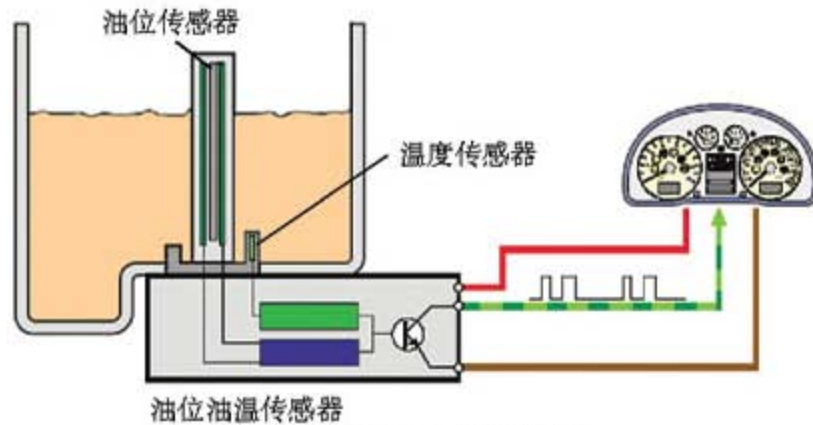
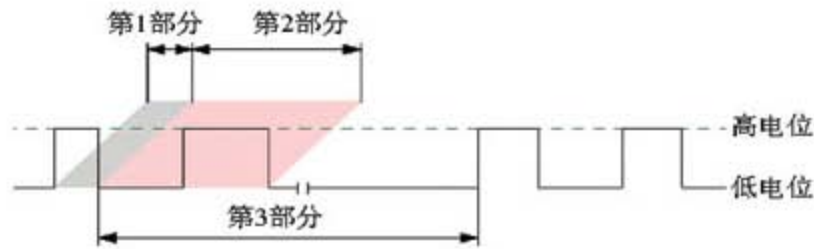
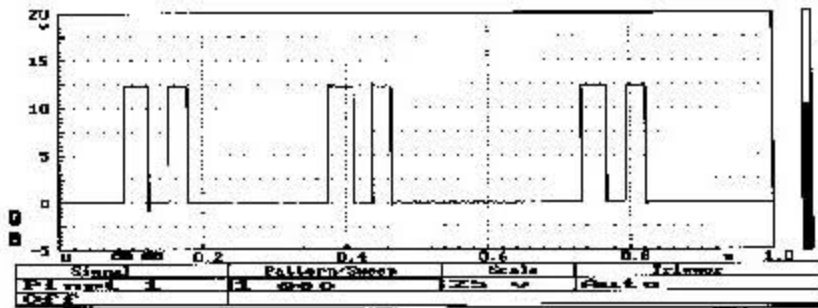

图1 油位/温度指示系统
图2 传感器标准波形
图3 检测传感器波形
- 2). 该系统由仪表板、装在油底上的油位/温度传感器及连接仪表板和传感器的导线 3 部分组成(图 1)。油位/温度信息由传感器通过导线以脉冲宽度调制信号的形式连续不断地传递到仪表板, 仪表对信号进行分析计算后将油温信息显示在仪表上, 而油位信息则用于低油位警告灯开启的依据。除此之外, 油温、油位的信息还用于仪表对燃油消耗量及行驶里程的计算以及保养间隔里程及时间的确定。
- 3). 由图 1 可知机油油位/温度传感器上共有 3 根导线, 分别为正极线、搭铁线和信号线。仪表在信号线上输出一个大约 11 V 的高电位, 传感器控制接地产生脉冲宽度调制信号, 标准信号波形如图 2。其中第 1 部分是传感器对油位传感器进行瞬间加热的脉冲信号, 加热的时间取决于机油的温度, 加热的目的是为了根据传感器冷却时间来判断机油油位。传感器进入冷却阶段(第 3 部分)后, 冷却时间的长短与机油的油位基本成一定比例关系, 冷却时间越短说明机油油位越高, 时间越长说明机油油位越低, 对油位的判断误差不会大于 ± 3 mm, 冷却时间在 200~1 000 ms 之间。机油温度是传感器直接测量出来的,
- 4). 通过对工作原理的分析,可以看出这个故障出现的原因可能是由以下几个方面造成的:①机油油位/温度传感器故障。②线路故障。③仪表板故障。④供电或搭铁故障。下面要做的就是对各个可能出现故障的点进行逐项排除。
- 6). 随后关闭点火开关,并将插头插回传感器,采用背插的方法将示波器接入信号线端和地线端。在正常情况下,打开点火开关后示波器上应该产生一个与图2相同的波形。实际测量波形如图3,与标准波形基本一致。起动发动机,直到发动机的温度升到正常工作温度,使用红外温度计测量油底壳温度已经升到70℃,但此时示波器上显示的波形依然和凉车时一样,这说明故障原因在机油油位/温度传感器。